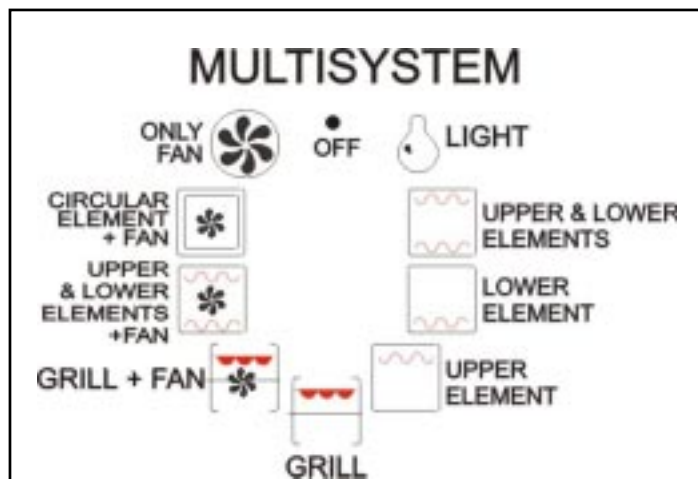

Fig. 6
- A l'intérieur du four (**23 MX - 23 MX UMI - 43 MX - 43 MX UMI**) on a 3 résistances et un grill. Chaque résistance a une puissance très élevée. Le sélecteur permet de déterminer différents types de cuisson qui mieux s'adaptent aux exigences les plus variées (fig. 6). Le grill permet de rissoler, gratiner et griller les aliments.